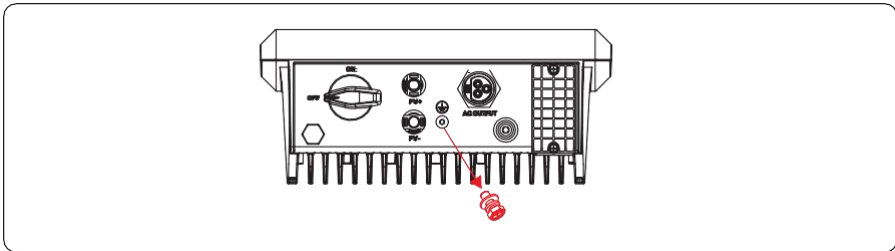

Figura 5.3 Retirada de los tornillos de tierra
**Paso 3** Retire los tornillos de puesta a tierra de los puntos terrestres, tal como se ilustra en la figura 5.3.